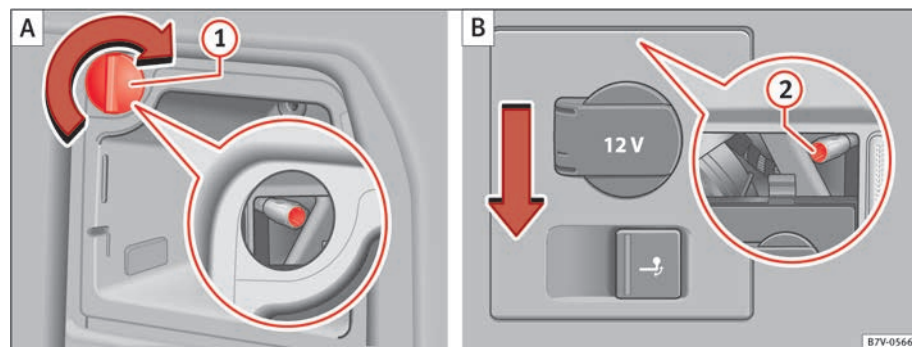

Fig. 211 En el lateral del maletero: Desmontar las luces posteriores izquierda y derecha. ① retirar el capuchón; ② tornillo de fijación.
4.	Gire el capuchón ⇒ fig. 211 ① 90° en el sentido de la flecha y retírelo.
5.	Desenrosque el tornillo de fijación ⇒ fig. 211 ② con el destornillador de las herramientas de a bordo ⇒ página 335. El tornillo queda asegurado en su posición.